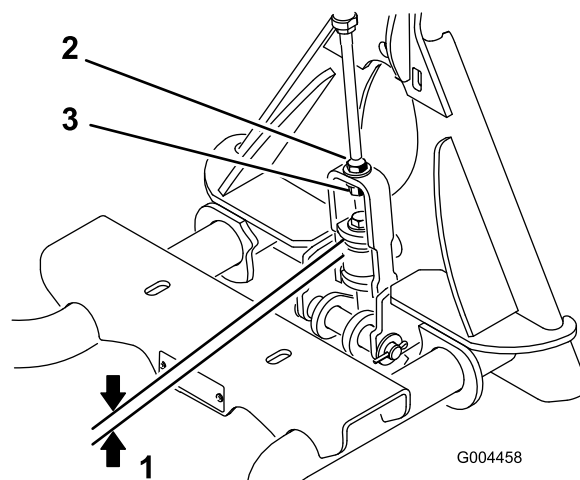

図 7
2. 図 7に示すように、上面のワッシャからアタッチメント・アダプタのリンク・アセンブリのスペーサまでの距離を測る。
注 ワッシャとショルダ（肩）とのすき間が $1.5 \sim 2 \text{ mm}$ あれば適正です（図 7）。
3. すきまの大きさが適正でない場合は、リンク・アセンブリについているジャムナットをゆるめ、調整ナットを締め方向またはゆるめ方向に回してすきまを調整する（図 7）。